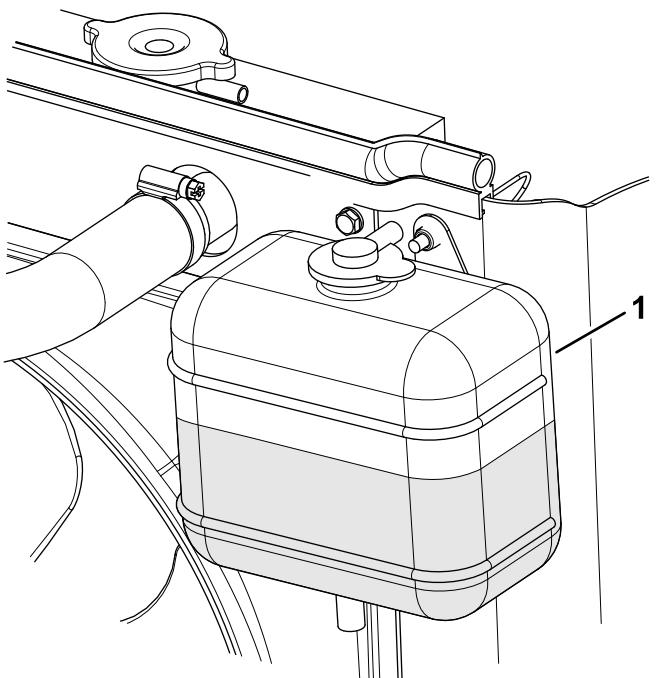

Figura 78
- Compruebe el nivel de refrigerante en el depósito de expansión (Figura 78).